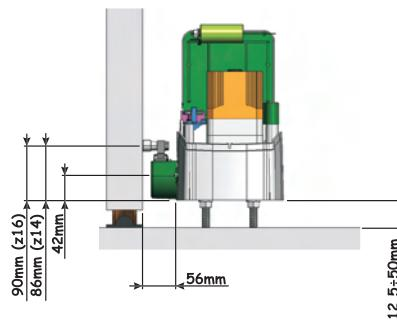

Fig. 10
3. Die Höhe des Getriebemotors und den Abstand zum Tor unter Bezugnahme auf die Maße in Abb. 10 einstellen.